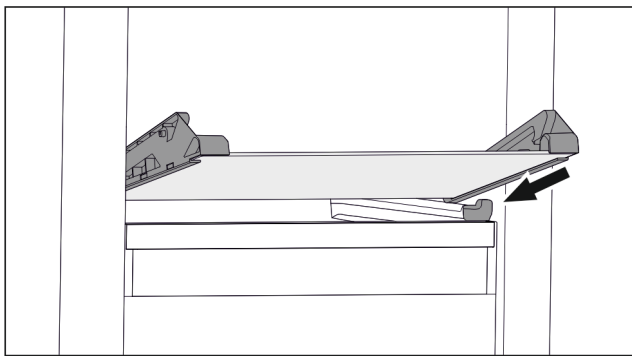

Fig. 29 Tablette en verre du tiroir basculable
- ▶ Placer la tablette en verre, en l'inclinant, derrière les butées. (voir Fig. 29)